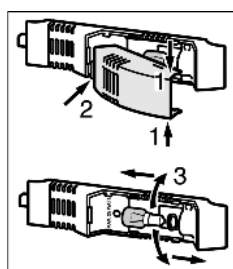

Fig. 32
- ▶ Het afdekkapje van de lamp boven en onder vastpakken *Fig. 32 (1)*.
- ▶ Het afdekkapje achter losklikken en verwijderen *Fig. 32 (2)*.
- ▶ Vervang de gloeilamp *Fig. 32 (3)*.